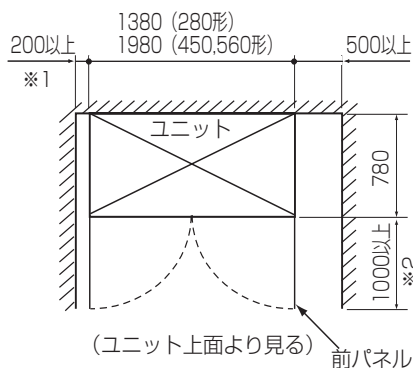

図1
(2) 据付け・サービススペースの確保（単位 mm）
- 室内ユニットの設置は、強固な床面を選定してください。また、保守サービスが容易にできるように図1に示したサービススペースを必ず確保してください。